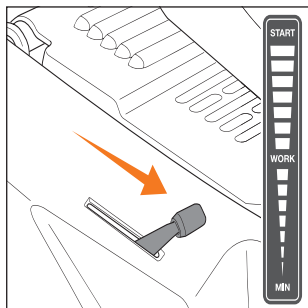

Рис. 23
4. Переведите рычаг скорости оборотов двигателя (газа) в положение **START** (Рис. 23).